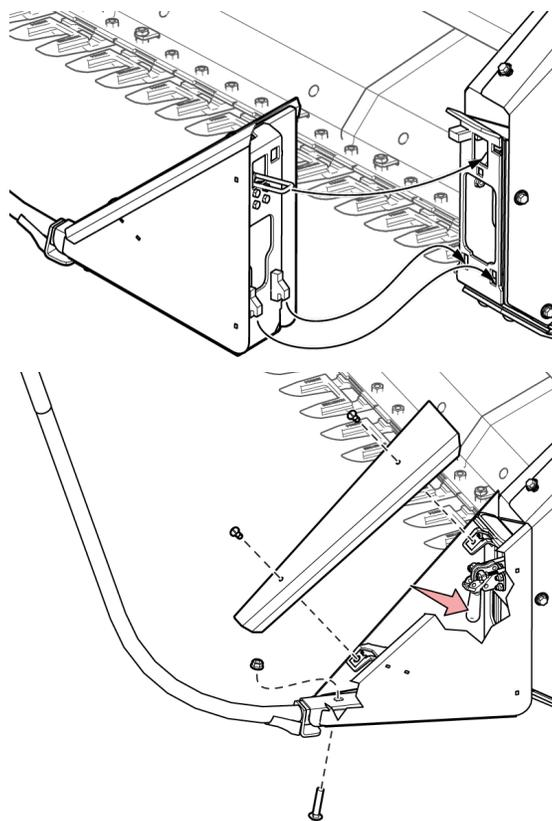

Рис. 41 - Установите делитель жатки
Убедитесь в том, что боковые делители правильно установлены и что на них отсутствуют остатки растений (см. Рис. 41 на странице 36)
- Убедитесь в том, что боковые делители правильно установлены и что на них отсутствуют остатки растений (см. Рис. 41 на странице 36)